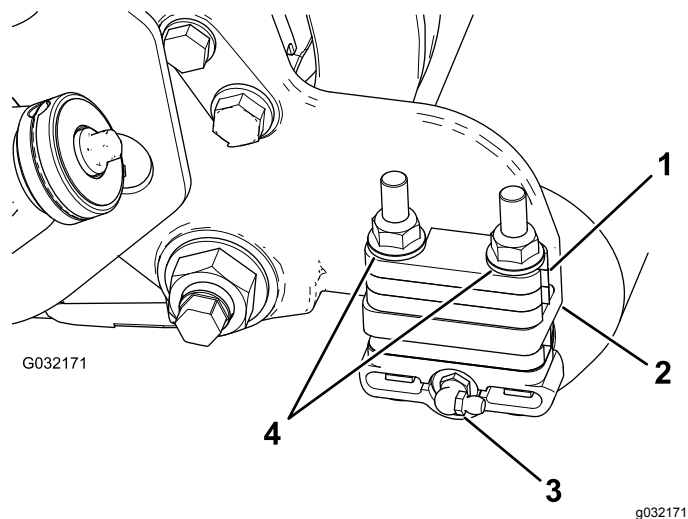

Figure 3
1. Déposez le graisseur du rouleau sur le côté de l'unité de coupe sur lequel est fixé le carter de brosse (Figure 3).
1. Retirez les 2 contre-écrous à embase qui fixent chaque support de rouleau aux plaques latérales, ainsi que toutes entretoises de 6 mm placées au sommet de la bride de montage de la plaque latérale (Figure 3).